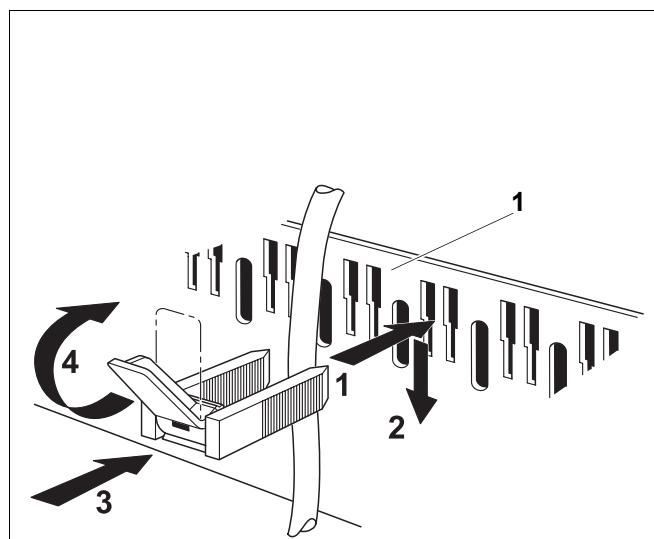

Рис. 19 Крепление провода хомутом
- Вставьте хомут с вложенным в него проводом сверху в щели рамки (рис. 19, поз. 1), пластинка рычага при этом должна быть направлена вверх (рис. 19, шаг 1).
- Сдвиньте хомут вниз (рис. 19, шаг 2).
- Нажмите на хомут (рис. 19, шаг 3).
- Поверните рычажок вверх (рис. 19, шаг 4).